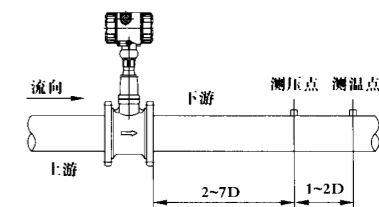

图 18
- 5、传感器测量气体(蒸汽)带温度,压力补偿时,取压力点和取温点位置如(图 18)。